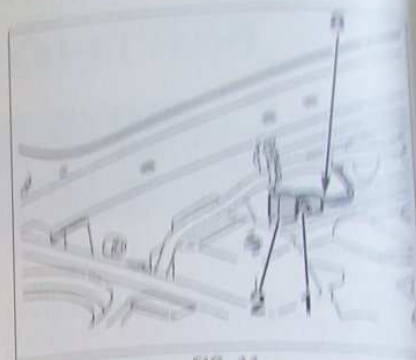

FIG. 11
- Déposer l'écrou (1) et la connecteur en (a) (fig. 11).
- Déposer le capteur d'accélération (2).